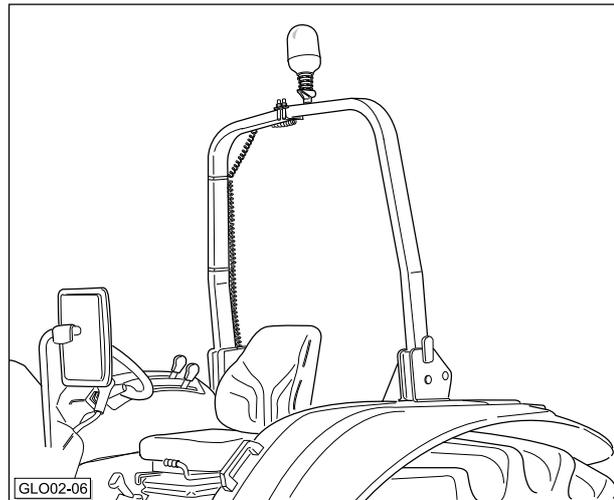

Abb.2-6
- Den Sicherheitsrahmen benutzen (Abb. 2-6). Die Sicherheitsgurte in Übereinstimmung mit den Bestimmungen der jeweiligen Länder verwenden.